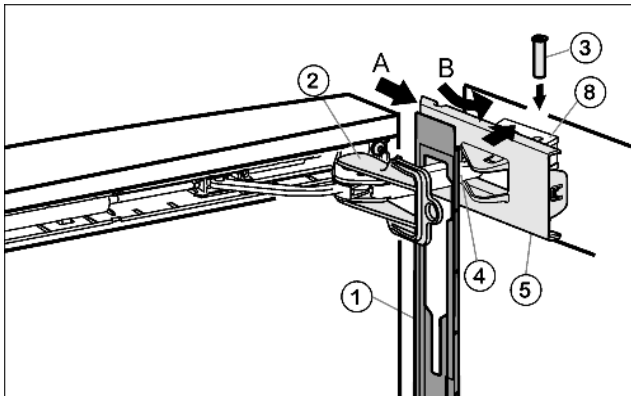

Fig. 18
- ▶ Krytku Fig. 18 (1) zavěste na třmenu tlumiče Fig. 18 (4) tak, že zajišťovací háčky ukazují dopředu a přední strana ke spotřebiči.
- ▶ Kryt Fig. 18 (5) nasuňte zvenku (A) a sklopte přes ložiskový díl Fig. 18 (8) (B).
- ▶ Kryt Fig. 18 (5) nasadte a nechte zaklesnout do první zarážky.
- ▶ Třmen tlumiče Fig. 18 (4) přitáhněte k ložiskovému dílu a čep Fig. 18 (3) vložte shora tak, aby čtyřhran seděl v prohlubni.
- ▶ Kryt Fig. 18 (5) nyní nechte úplně zaklesnout do ložiskového dílu Fig. 18 (8).
- ▶ Pojistku Fig. 18 (2) vytáhněte otočením.
- ▶ Krytku Fig. 18 (1) zatlačte do dveří.